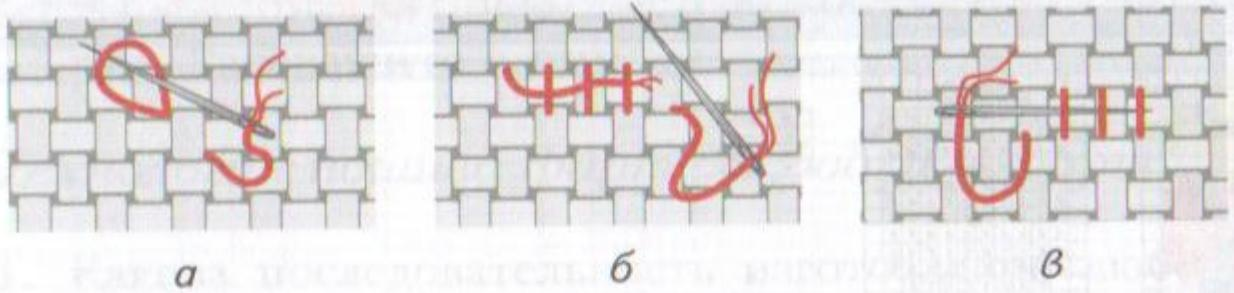

Рис. 122 Закрепление нитки на ткани
1. Отделите от пасмы одну тонкую нитку. Сложите её пополам и обоими сложенными концами вденьте в иглу. Сделайте маленький стежок в начале работы, потяните нитку, пока не останется маленькая петелька. Пропустите иглу через петельку и затяните (рис. 122, а).
2. Отделите от пасмы две нитки, заправьте их в иглу. Выведите иглу на лицевую сторону так, чтобы кончик нитки длиной около 1 см остался с изнаночной стороны. Придерживая его пальцами, сделайте первые стежки так, чтобы они закрешили нитку (рис. 122, б).
Закончив шов, уведите нитку на изнаночную сторону, закрепите её коротким стежком на месте. Проведите иглу под несколькими изнаночными стежками готовой вышивки. После этого обрежьте нитку (рис. 122, в).